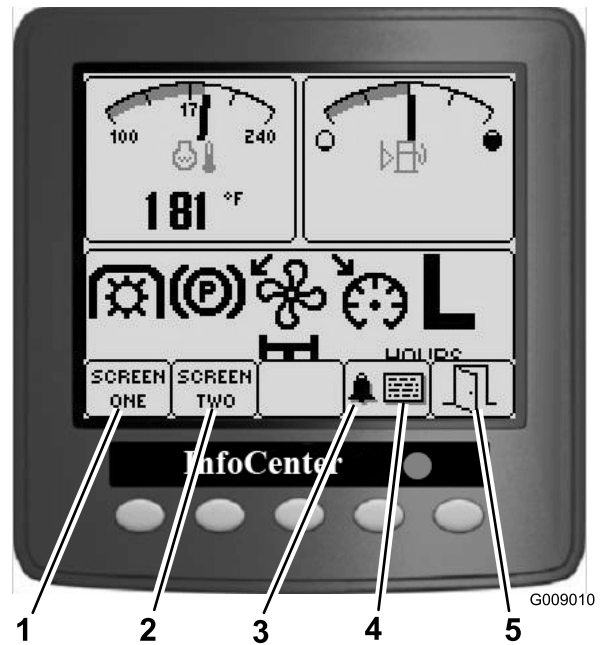

Bild 15
- Drücken Sie die entsprechende Taste, um Bildschirm 1 oder 2 anzuzeigen, den Alarmsummer abzustellen, den Fehlerbildschirm anzuzeigen oder das Programm zu beenden (Bild 15).